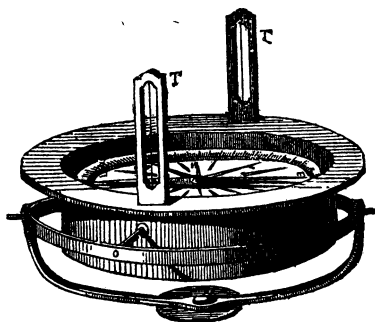

Fig. 75. Bussola azimutale a sospensione cardanica.
lustre Cardano, matematico lombardo che fioriva nel XVI secolo (1). La fig. 75 rappresenta appunto tale sistema di sospensione: due brevi verghette si distaccano, in direzioni diametralmente opposte, dal